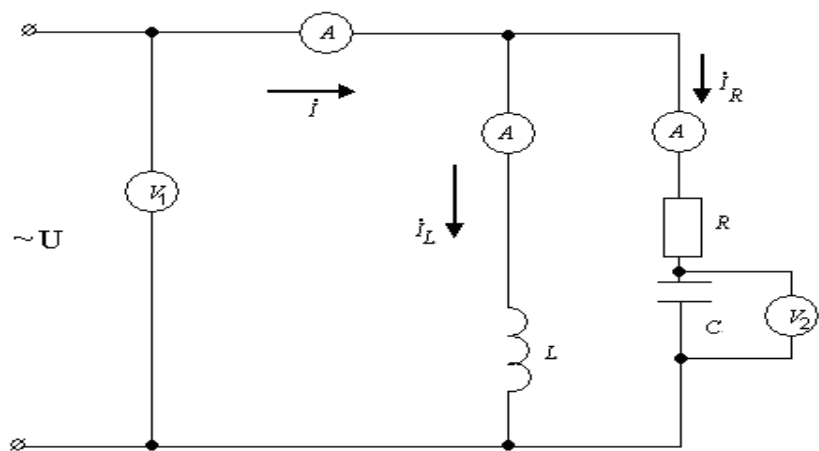

Рисунок 3.9
- 5) Построить круговую диаграмму токов для схемы (рисунок 3.9) при изменении сопротивления емкости  $C$  от  $\infty$  до 0.
3.2.4 Собрать цепь по схеме (рисунок 3.9). Напряжение на входе установить в пределах от 5 до 15 В, частоту источника  $f$  порядка 1000 Гц. Активное сопротивление  $R = 50 \div 200 \text{ Ом}$ ; индуктивность  $L = 10 \div 50 \text{ мГн}$ . Изменяя сопротивление емкости от 0 до  $\infty$ , снять показание амперметров и вольтметра. Напряжение на входе необходимо поддерживать неизменным. Результаты измерений для 4-5 значений емкости занести в таблицу 3.3.